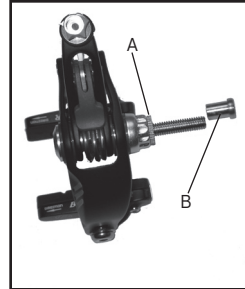

Figure 4 - Pièces de fixation du frein
- 2 écrous de fixation (figure 4)